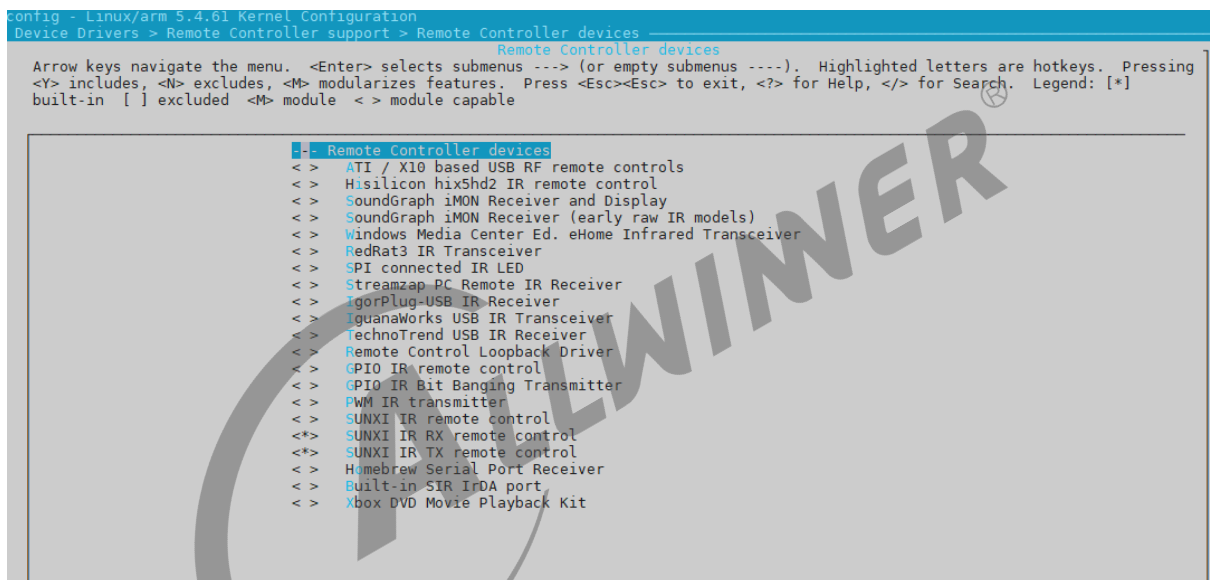

图 4-3: Linux-5.4 SUNXI IR 驱动配置界面
3. 最后选择设备驱动，以 D1-H 为例，这里使用的是 SUNXI IR RX remote control 以及 SUNXI IR TX remote control，如图 4-3 所示：